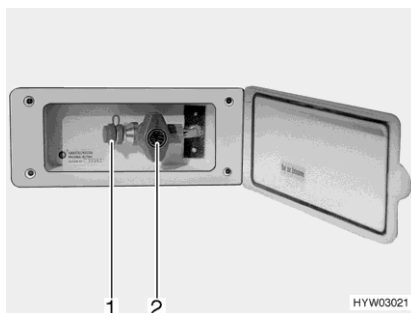

Bild 90 Extern gasanslutning (gasavstängningsventilen stängd)
- Anslut den externa gasapparaten till anslutningar (Bild 90,1).
- Öppna gasavstängningsventilen (Bild 90,2).